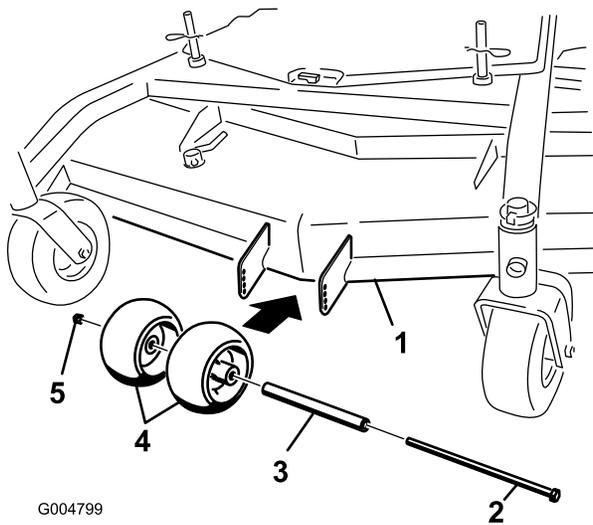
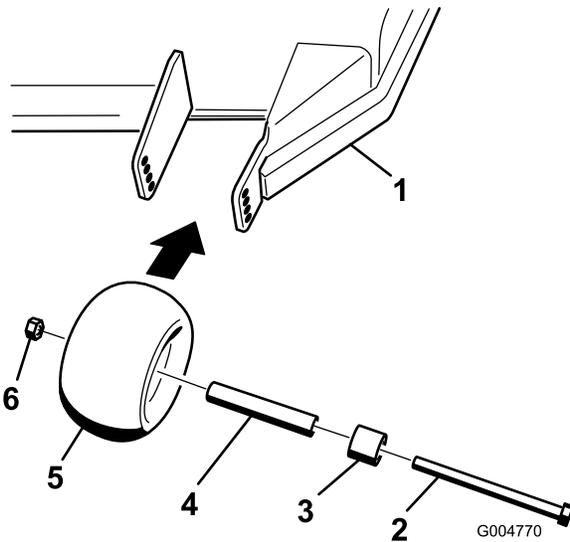
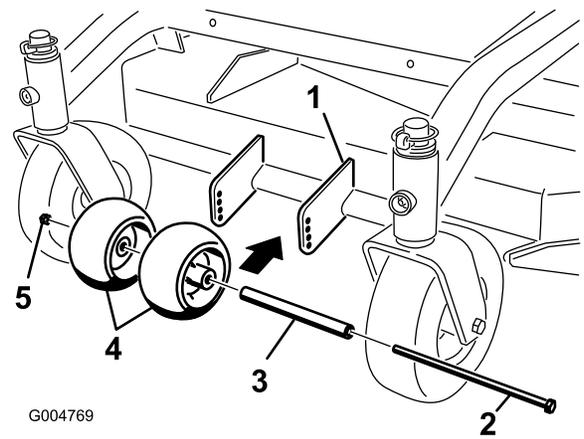

Figura 15
Figura 16
Figura 17
1. Después de ajustar la altura de corte, revise los rodillos para asegurarse de que haya una separación mínima del suelo de 10 mm (3/8 pulg.) (Figura 15, Figura 16, Figura 17).
2. Si es necesario realizar ajustes, retire el perno, las arandelas y la tuerca (Figura 15, Figura 16, Figura 17).
3. Seleccione un taladro para que los rodillos tengan una separación mínima del suelo de 10 mm (3/8 pulg.) (Figura 15, Figura 16, Figura 17).
4. Instale el perno y la tuerca (Figura 15, Figura 16, Figura 17).